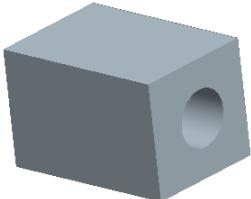

图7.39 着色后的型腔
Step5. 此时，系统弹出“属性”对话框，同时模型中的其余部分变亮，单击**着色**按钮，可以预览图7.39所示分割创建的型腔，输入其余部分体积块的名称body_mold；单击**确定**按钮，系统再次弹出“属性”对话框。